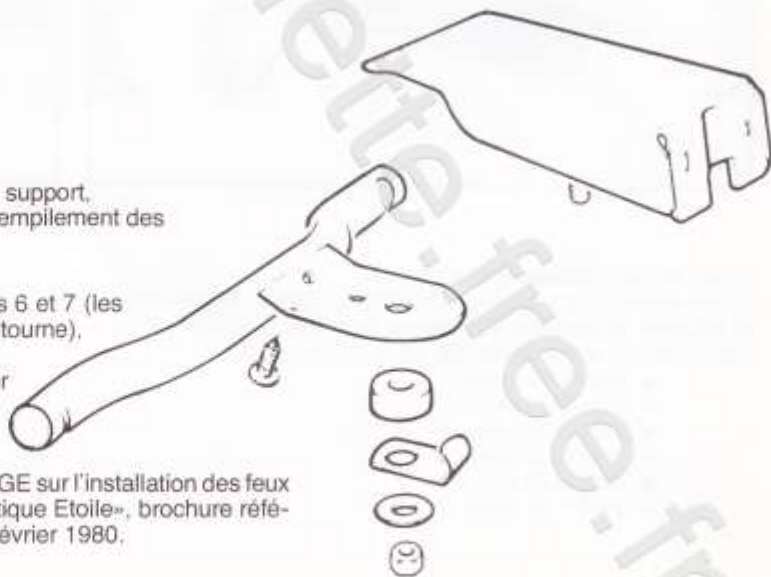

Fig. 6
- Fixer le tube sur la plaque. Bien respecter l'ordre d'empilement des pièces (voir figure 6).